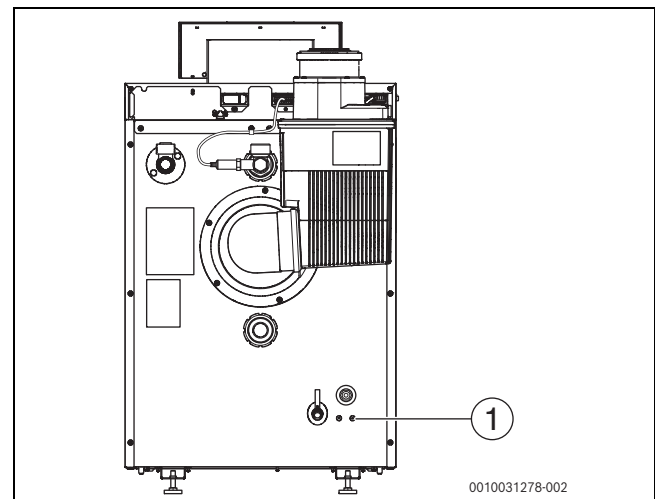

Bild 33 Schrauben an der Kesselnückwand
- 2 Schrauben (→ Bild 33, [1]) an der Kesselnückwand entfernen.